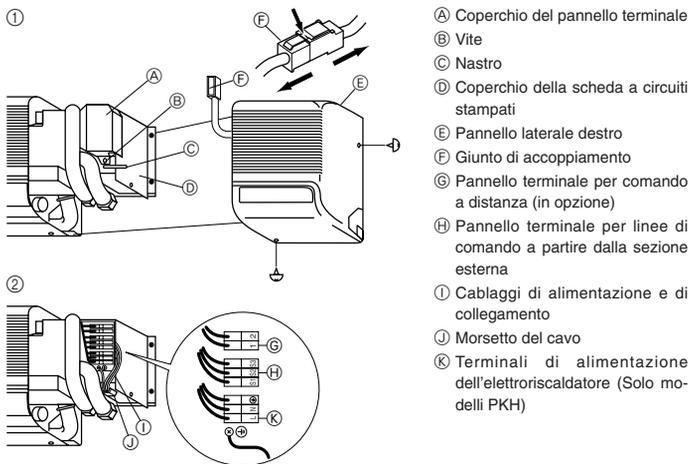

Fig. 6-1
6.1. Sezione interna (Fig. 6-1)
① Rimuovere il pannello laterale destro.